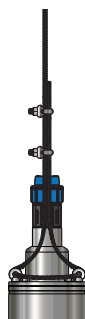

Рисунок 4
4. Протяните трос через две проушины в крышке насоса и зафиксируйте зажимами\* (рисунок 4).